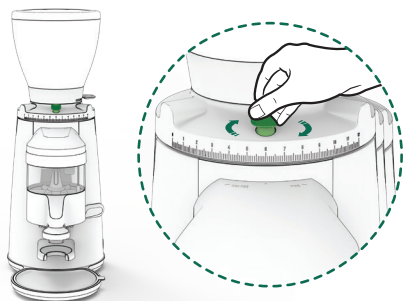

Fig. 2
**Solo para el modelo K6:** Una vez que alcance el punto de molienda deseado, puede ajustar la regulación del molido utilizando el freno de regulación (5) (Fig. 2).